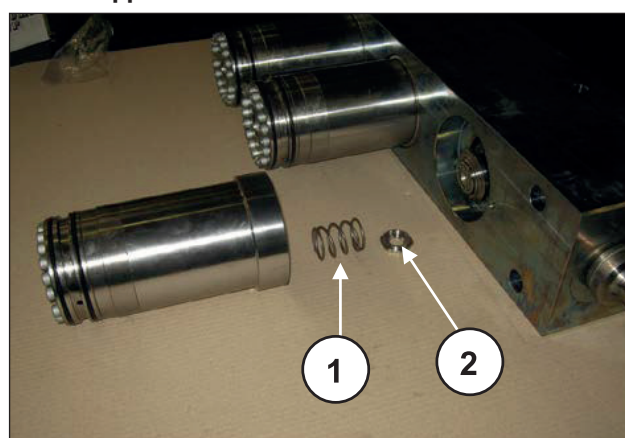

Fig. 175
Durant le démontage des chemises, ne pas perdre les ressorts de soupapes ni les soupapes plates (rep. ① et ②, Fig. 175) car elles pourraient tomber du fait qu'elles sont juste posées en appui.